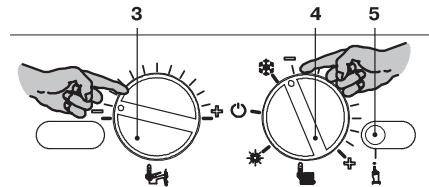
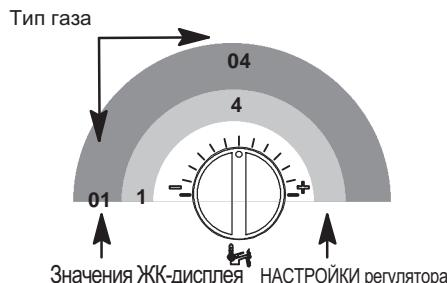
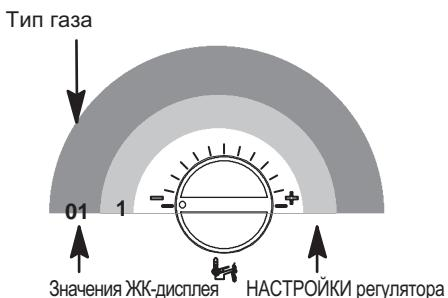

Рисунок 8.2
Рисунок 8.7
Рисунок 8.11
- Чтобы настроить тип газа, войдите в режим программирования, нажав и удерживая в течение 15 секунд кнопку сброса 5 (Рисунок 8.2), пока на ЖК-дисплее не появится параметр P01. На ЖК-дисплее последовательно отобразятся следующие символы (параметр P01 будет загораться поочередно с ---).
- Нажмите кнопку сброса 5 (Рисунок 8.2) и пролистайте параметры до Р05, предназначенного для настройки типа газа. На ЖК-дисплее последовательно отобразятся следующие символы (параметр Р05 будет загораться поочередно с 01).
Пример: если котел будет питаться сжиженным газом (G30-G31), но настроен на питание метаном (G20), установите регулятор 3 (Рисунок 8.2) так, как показано на следующем рисунке (Рисунок 8.7).
- Нажмите кнопку сброса 5 (Рисунок 8.2) и пролистайте параметры до Р06, предназначенного для настройки типа газа (второго уровня). На ЖК-дисплее последовательно отобразятся следующие символы (параметр Р06 будет загораться поочередно с 01).
- Чтобы изменить настройку, поверните регулятор температуры в системе горячего водоснабжения 3 (Рисунок 8.2) и установите его в выбранное положение (см. также Рисунок 8.11).